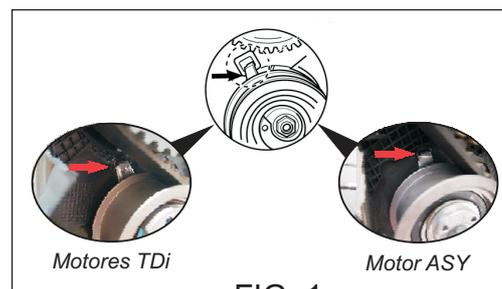

FIG. 1
- 2 Montar el tensor en la posición adecuada, insertando la orejeta de retención en su alojamiento [FIG. 1].